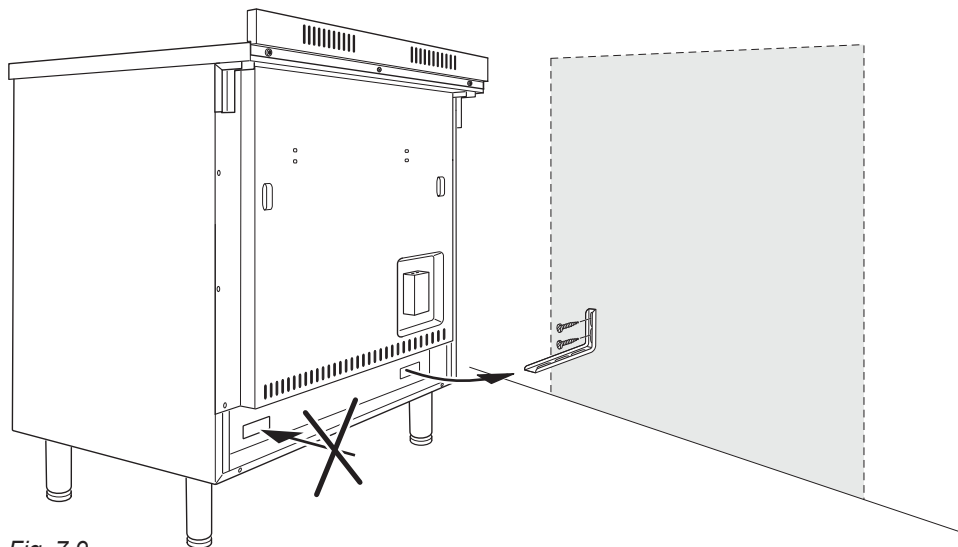

Fig. 7.9
1. Når du har valgt endelig plassering til komfyren, markerer du de to skruenes plassering til anti-vippebeslaget på veggen. Se Fig. 7.9.
4. Flytt komfyren bort til veggen og juster høyden på anti-vippebeslaget, så det passer til hullene på komfyren. Se Fig. 7.9.